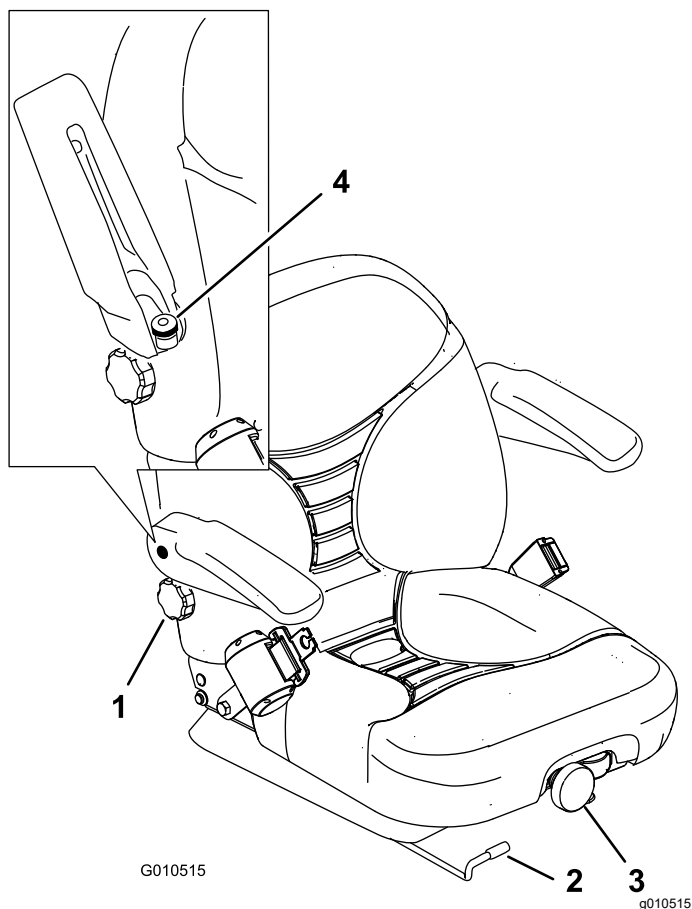

Рисунок 32
Для его регулировки поверните переднюю ручку в любом направлении для достижения максимального комфорта (Рисунок 32).
Для регулировки поворачивайте ручку под правым подлокотником в любом направлении для достижения максимального комфорта (Рисунок 32).
Поднимите подлокотник и поверните ручку в любом направлении для достижения максимального комфорта (Рисунок 32).
1. Переместите рычаг в сторону, чтобы разблокировать сиденье (Рисунок 32).